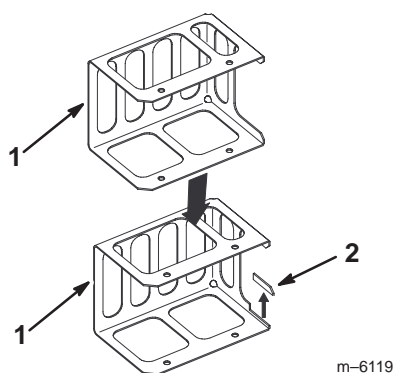

Figure 15
1. Avant de monter le bouclier thermique du réservoir hydraulique, découpez la partie illustrée à la Figure 15. Cela permettra de monter le bouclier autour du support latéral.